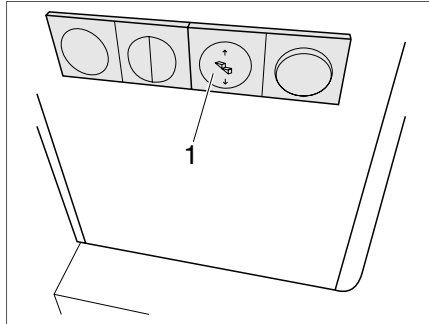

Bild 1 Schalter Eintrittsstufe
- ▶ Wippschalter (Bild 1,1) unten drücken, bis die Eintrittsstufe vollständig ausgefahren ist.
- ▶ Wippschalter (Bild 1,1) oben drücken, bis die Eintrittsstufe vollständig eingefahren ist.